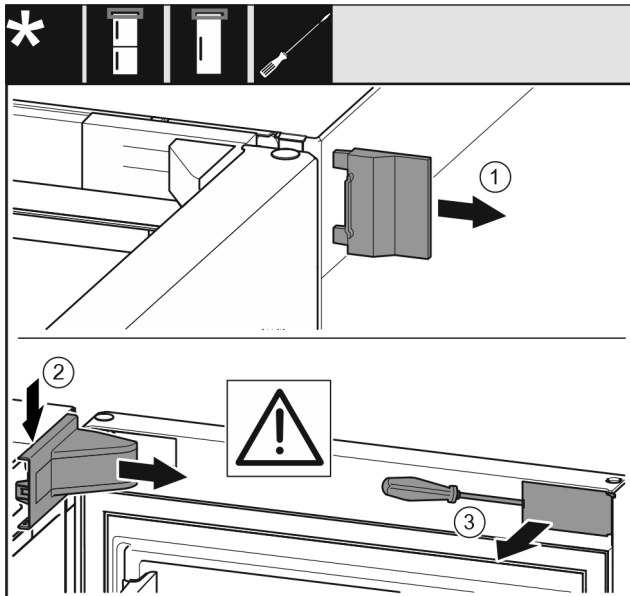

Fig. 8
- Hiqni kapakun mbulues të jashtëm. Fig. 8 (1)
- Nxirrni nga foleja kapakun mbulues të bazamentit mbështetës dhe lirojeni. Hiqni kapakun mbulues të bazamentit mbështetës. Fig. 8 (2)
- Nxirrni nga foleja shiritin mbulues me një kaçavidë dhe shtyjeni anash. Fig. 8 (3)